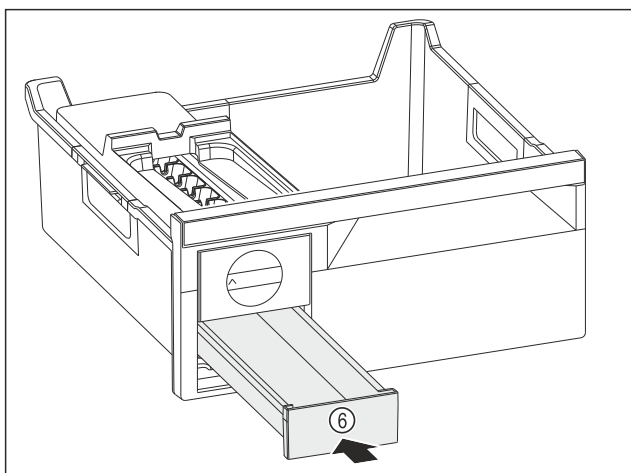

Fig. 135
- ▶ Вкарайте чекмеджето за ледени кубчета Fig. 135 (6).